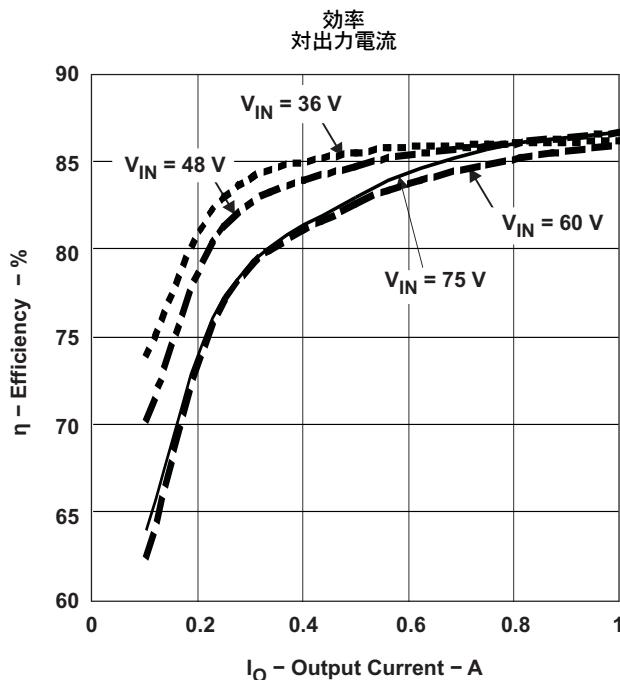
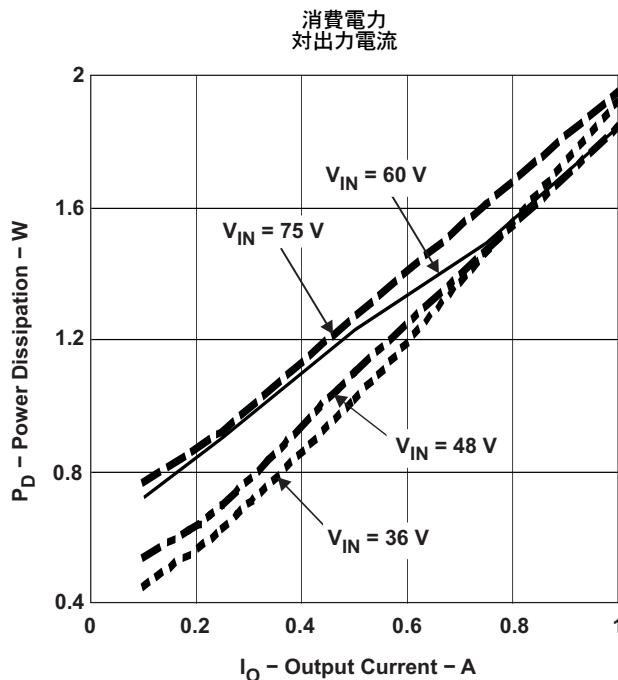
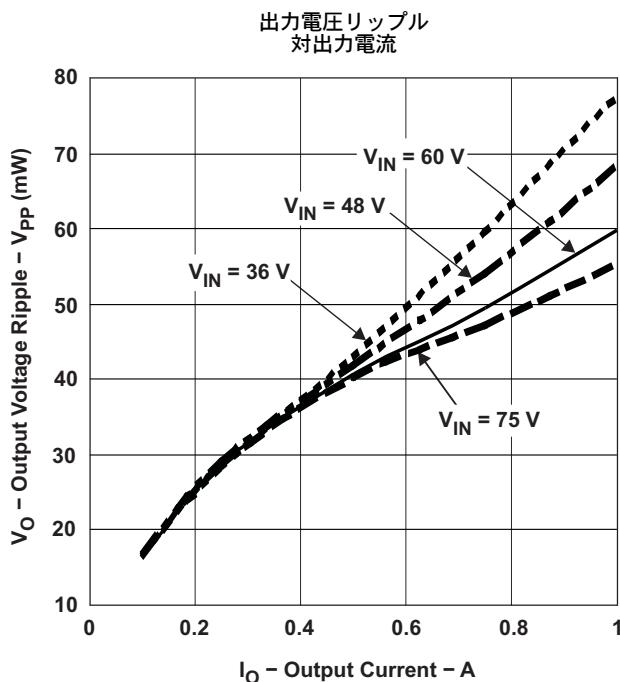

図 9.
図 10.
図 11.
- (5) 次の図 9、図 10、および図 11 に掲載されているすべてのデータは、25°C時に実際の製品から取得したものです。このデータはDC/DCコンバータの代表データと考えられます。